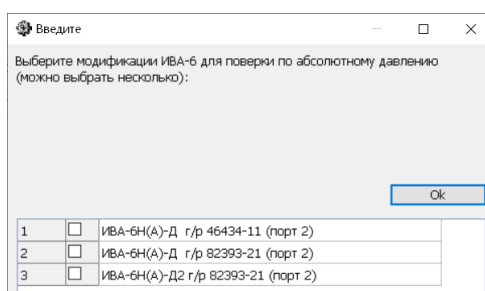

Рисунок 17 – Выбор модификаций ИВА-6.
9.3.3. Выберите, какие модификации ИВА-6 подключены к комплексу (Рисунок 17). При наличии нескольких модификаций (выборе нескольких строк) будут установлены все требуемые по методикам поверки точки.
10.1.8. При поверке одновременно нескольких модификаций ИВА-6Н(А)-Д (выбор сразу нескольких строк на Рисунок 17) в протоколе будут отображены все точки, по которым проводилась поверка – «лишние» точки необходимо удалить, сверившись с методикой поверки.